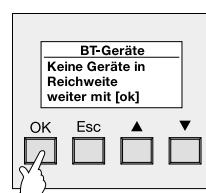

Bild 12:
9. Wenn während des Suchvorgangs kein Bluetooth-Endgerät gefunden werden konnte, erscheint die Meldung "Keine Geräte in Reichweite" (vgl. Bild 12). Die Betätigung der Taste "OK" beendet den Einlernvorgang und bewirkt einen Rücksprung zu Schritt 5.